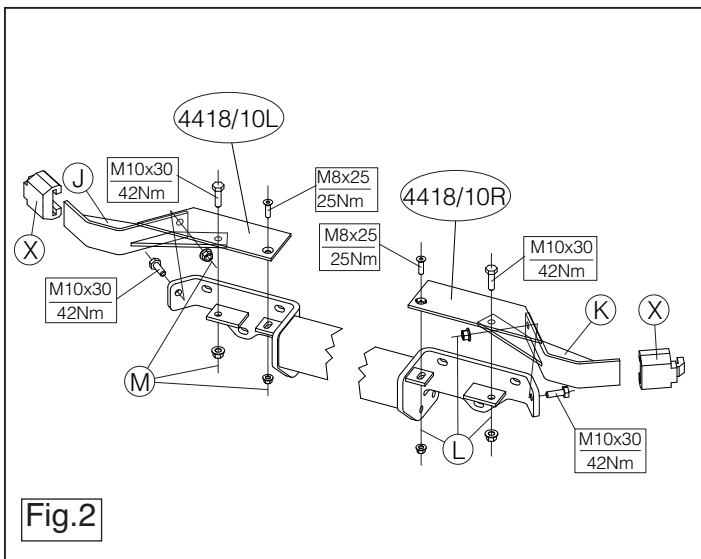

Fig.2
9. Поместить упорные пластины J и K, как указано на рис. 2